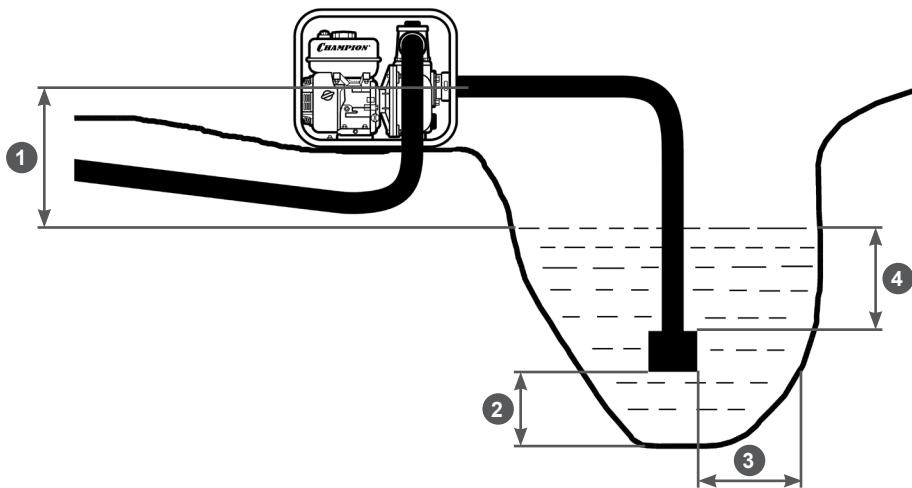

Рис. 15 Расположение мотопомпы и всасывающего фильтра
1. Установите мотопомпу вблизи водоема (емкости) на твердую ровную горизонтальную поверхность, опустите всасывающий рукав с установленным фильтром в водоем (емкость), обеспечив вертикальное положение фильтра. При расположении всасывающего рукава с установленным фильтром соблюдайте все требования, указанные на Рис. 15.
2. Установите мотопомпу как можно ближе к источнику воды. Чем меньше высота расположения мотопомпы по отношению к уровню забора воды (Рис. 15 п. 1), тем быстрее происходит всасывание воды и выше производительность насоса. Место установки
Не превышайте высоту расположения мотопомпы по отношению к уровню забора воды (Рис. 15 п. 1).
- В процессе выкачивания воды из водоема (емкости) уровень воды в водоеме будет естественным образом понижаться. Если требуемые расстояния (Рис. 15 п. 2, 3, 4) между всасывающим фильтром и стенками, и дном водоема не соблюдаются, выкачивание воды следует прекратить.